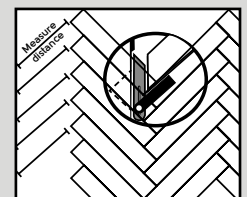

Fig. 9
10. El corte y la instalación de los tablones adyacentes a las paredes deben realizarse de la siguiente forma: mida y marque los tablones como se muestra en el diagrama. El ángulo de la pared se puede determinar con un medidor de ángulos (ver a continuación) (Fig. 9).